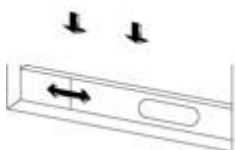

Rys. 1
- Przykręć wąż powietrza wylotowego (z adapterem) do wylotu powietrza wylotowego z tyłu urządzenia (w kierunku przeciwnym do ruchu wskazówek zegara, rys. 1).